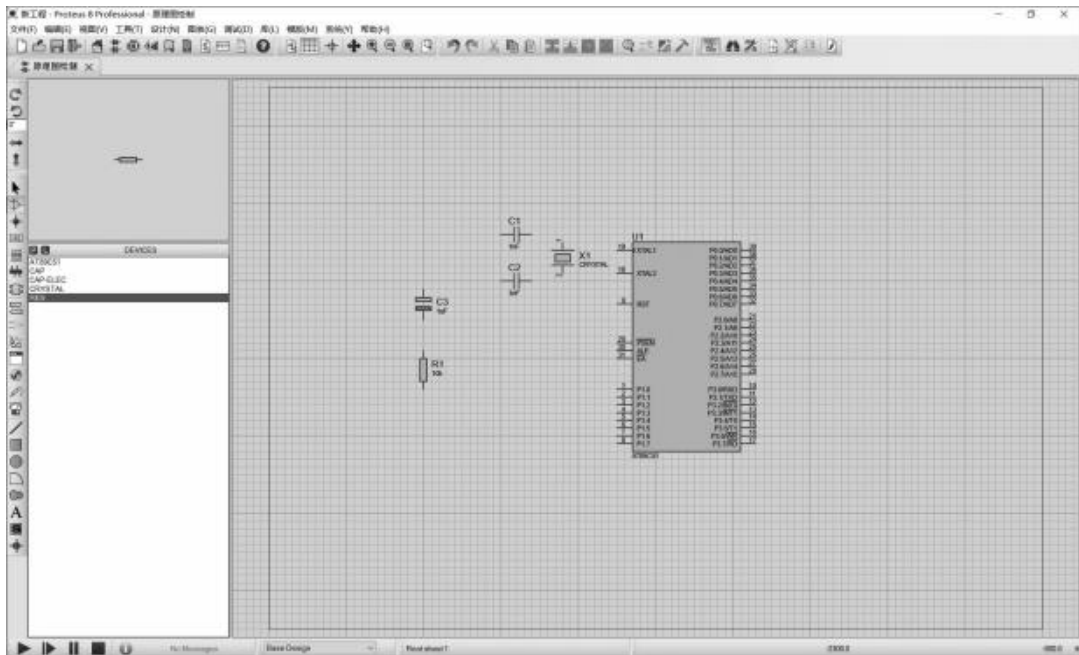

图 1-4-8 摆放元件
(5)重复上一步,将元件列表中的元件按照图 1-4-8 的位置依次摆放到原理图编辑窗口中。如果元件需要摆放的方向与元件原来的方向不一致,可在元件列表中选中元件后,使用旋转工具进行旋转,也可以在摆放到原理图后右击元件,在弹出的菜单中选择旋转方式。